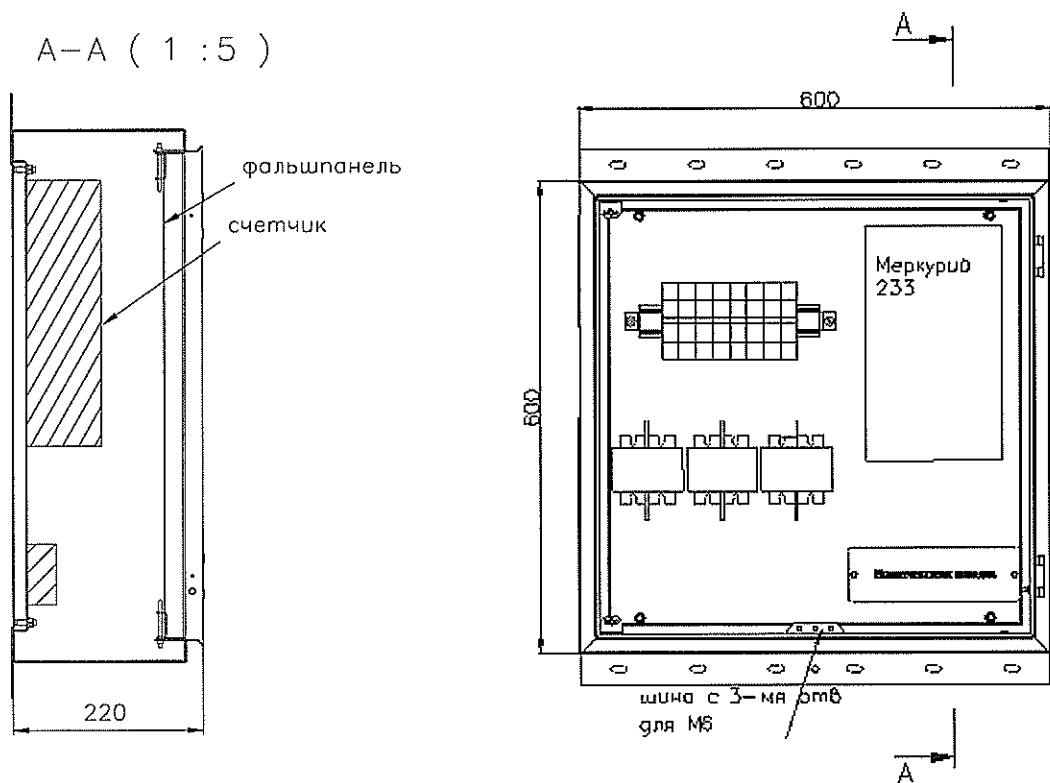

Рис. 7
4.3. 1-го трехфазного счетчика трансформаторного включения или 2-х трехфазных счетчиков прямого включения (рис. 7):